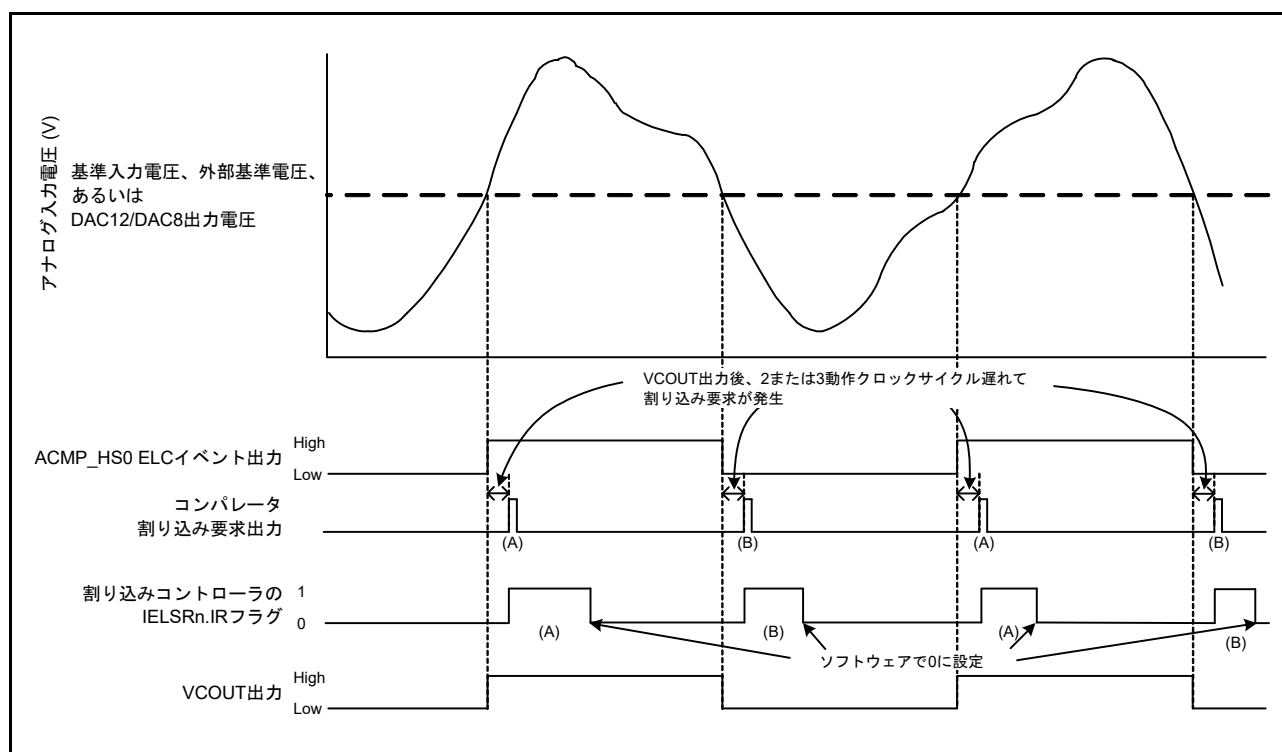

図 38.2 ACMPHS の動作例
ACMPHS の動作例を図 38.2 に示します。アナログ入力電圧が基準入力電圧より高くなると VCOUT 出力は 1 になり、低くなると 0 になります。ACMPHS 出力が変わると、割り込み要求および ELC イベントが出力されます。
図 38.2 は $CPOE = 1$ (端子出力許可)、 $CDFS[1:0] = 00b$ (フィルタ不使用)、 $CEG1 = CEG0 = 1$ (両エッジを選択) の場合に適用されます。 $CINV = 0$ 、 $CEG0 = 1$ 、 $CEG1 = 0$ (ACMPHS からの非反転出力信号の立ち上がりエッジを選択) の場合、 $ICU.IELSRn.IR$ フラグは (A) で示されるように変化します。 $CINV = 0$ 、 $CEG0 = 0$ 、 $CEG1 = 1$ (ACMPHS からの非反転出力信号の立ち下がりエッジを選択) の場合、 IR フラグは (B) で示されるように変化します。 $CPOE = 1$ の場合、VCOUT は ELC イベント出力を直接出力します。